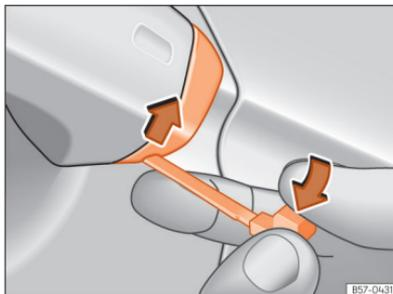

Fig. 56 Manípulo da porta do condutor: soltar a tampa fazendo alavanca.
- Introduza a chave de emergência na abertura inferior da tampa do manípulo da porta do condutor e eleve a tampa de baixo para cima »» Fig. 56.